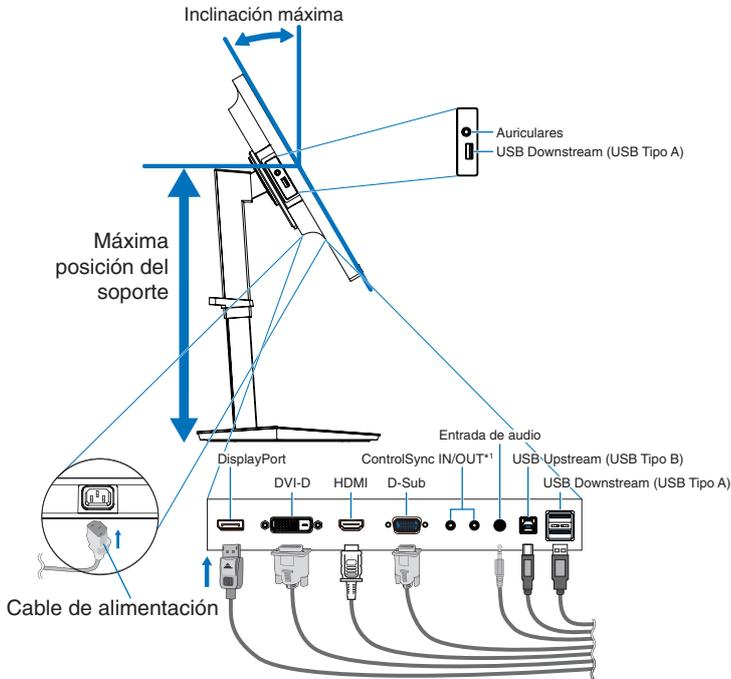
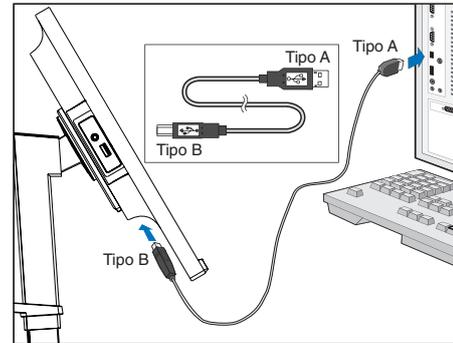

Figura C.1
Figura C.1a
4. Conecte todos los cables en los conectores correspondientes (**figura C.1**). Al utilizar un cable USB, conecte el conector del tipo B al puerto USB de upstream en la parte trasera izquierda del monitor y el conector del tipo A al puerto de downstream del ordenador (**figura C.1a**). Si está utilizando el cable de un dispositivo USB, conéctelo al puerto downstream del monitor.